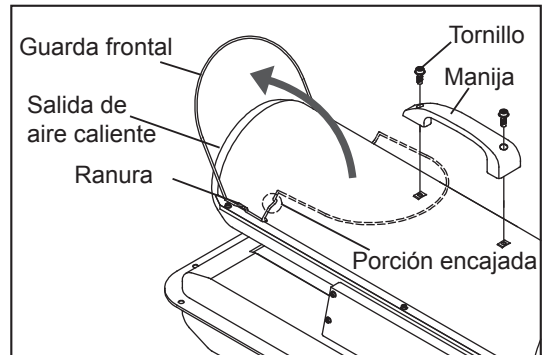

Figura 5
A. Para los modelos DFA-45/DFA-70 únicamente (Figura 5)
2. Alinee los agujeros en la carcasa superior con los dos agujeros de montaje en la manija como se ilustra en la Figura 5.